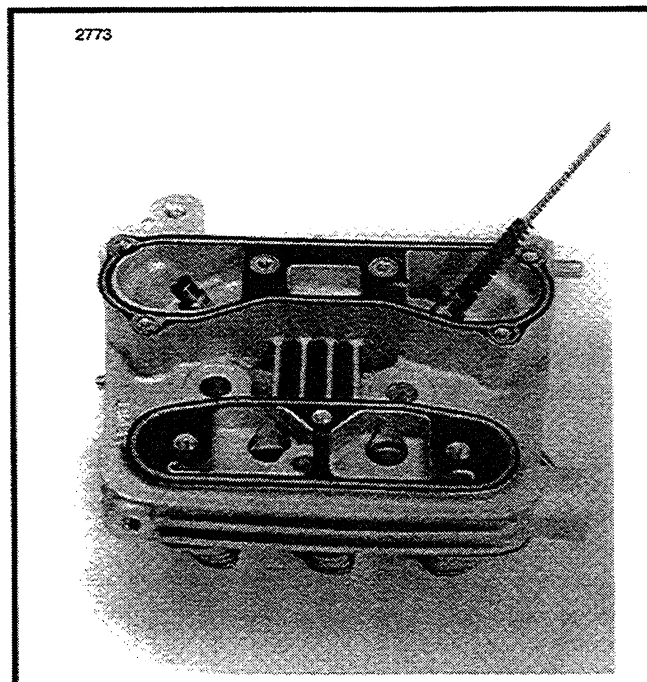

Figure 3-19. Rectification des guides de soupape
6. Voir Figure 3-19. Finissez l'alésage du guide avec une BROSSE A DEGLACER POUR GUIDE DE SOUPAPE, réf. HD-34723. Lubrifiez la brosse à déglacer avec de l'huile à déglacer. Actionnez la brosse avec une perceuse électrique et travaillez en croix (d'environ 60°).